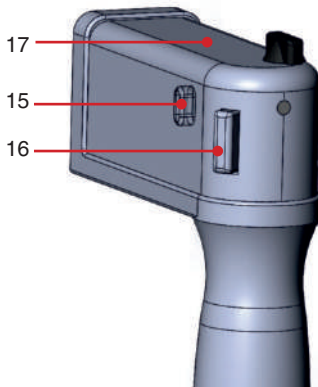

Рис. 6
1.3.6 На «рукоятке-шокере» (12) в изделии исп. «Тип 02» (с собственным встроенным электрошоковым устройством) находятся (рис. 6):
- предохранитель (индикатор заряда) (15), исключающий случайное включение «рукоятки-шокера»;
- кнопка «Пуск» (16);
- корпус АКБ (отсек АКБ) (17).